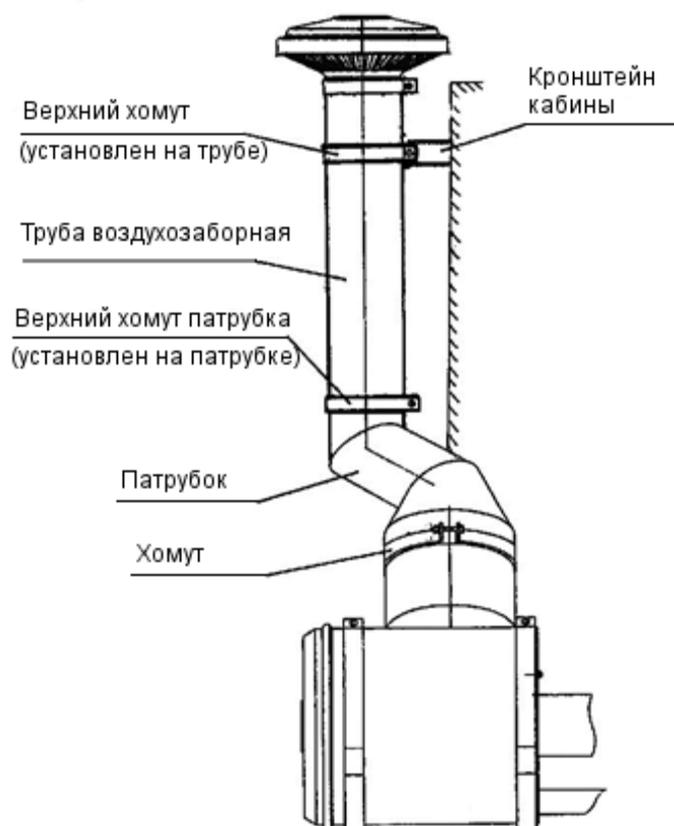

Рис. 15 Установка воздухозаборной трубы на машину
- установить трубу (рис. 15) на патрубок воздухоочистителя и закрепить её, затянув верхний хомут патрубка воздухоочистителя;